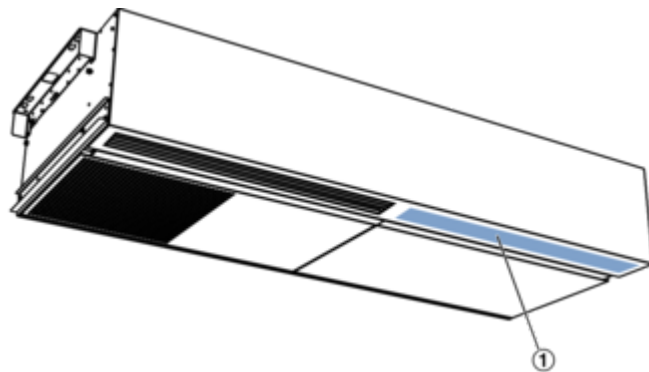

Abb. 71: Zuluftgitter demontieren
- ▶ Zuluftgitter (Abb. 71/1) etwas anheben, drehen und herausnehmen. Für die spätere Montage sicher lagern.